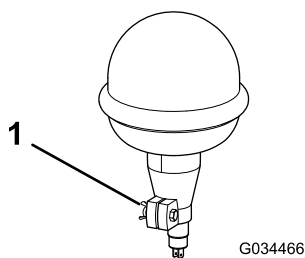

Figure 11
4. Desserrez l'écrou à oreilles sur le gyrophare (Figure 11).